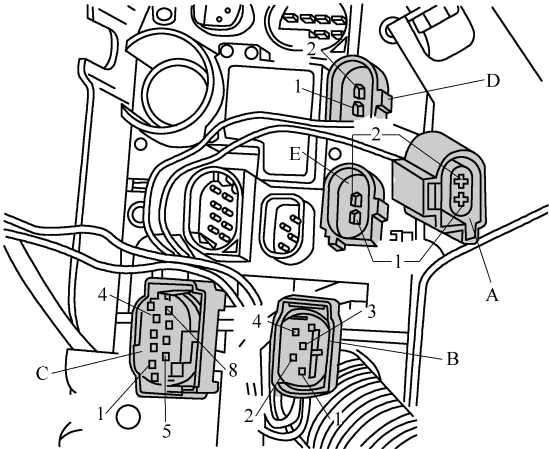

图 7-2-12 端子序号图
2. 插接器 A、B、C、D 和 E 内端子序号(见图 7-2-12)。